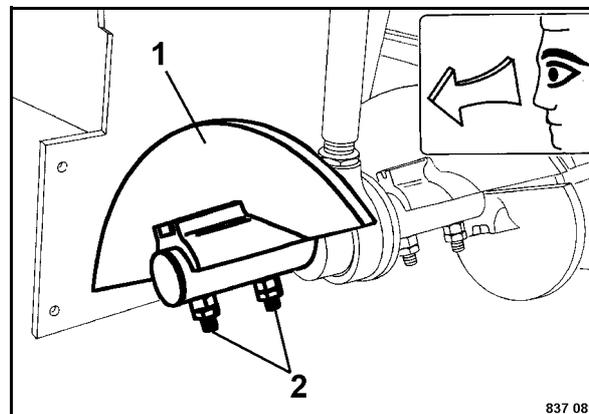

Fig. 192
- Controllare le condizioni dei settori di coclea 1 (Fig. 192), eventualmente sostituirli.